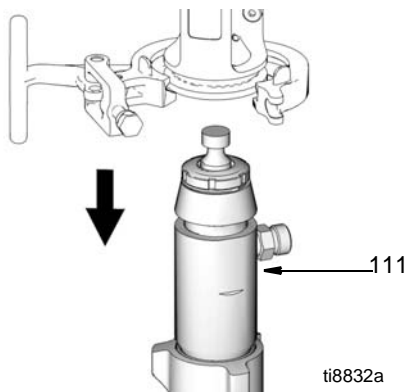

FIG. 19
9. (Abb. 19) Pumpe (111) vom Gerät abnehmen.